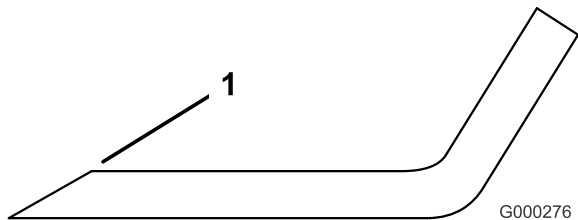

Bild 50
1. Schärfen Sie die Schnittkante an beiden Enden des Schnittmessers mit einer Feile (Bild 50). Behalten Sie den ursprünglichen Winkel bei. Das Schnittmesser behält seine Auswuchtung bei, wenn von beiden Schnittkanten die gleiche Materialmenge entfernt wird.